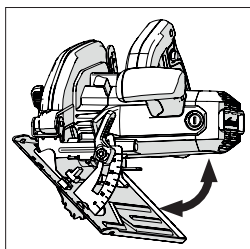

Fig. 14
- Incline la hoja con el ángulo requerido como se indica en la escala del transportador de ángulos del cuadrante. **(Fig. 14)**
(14) CONSEJOS DE USO